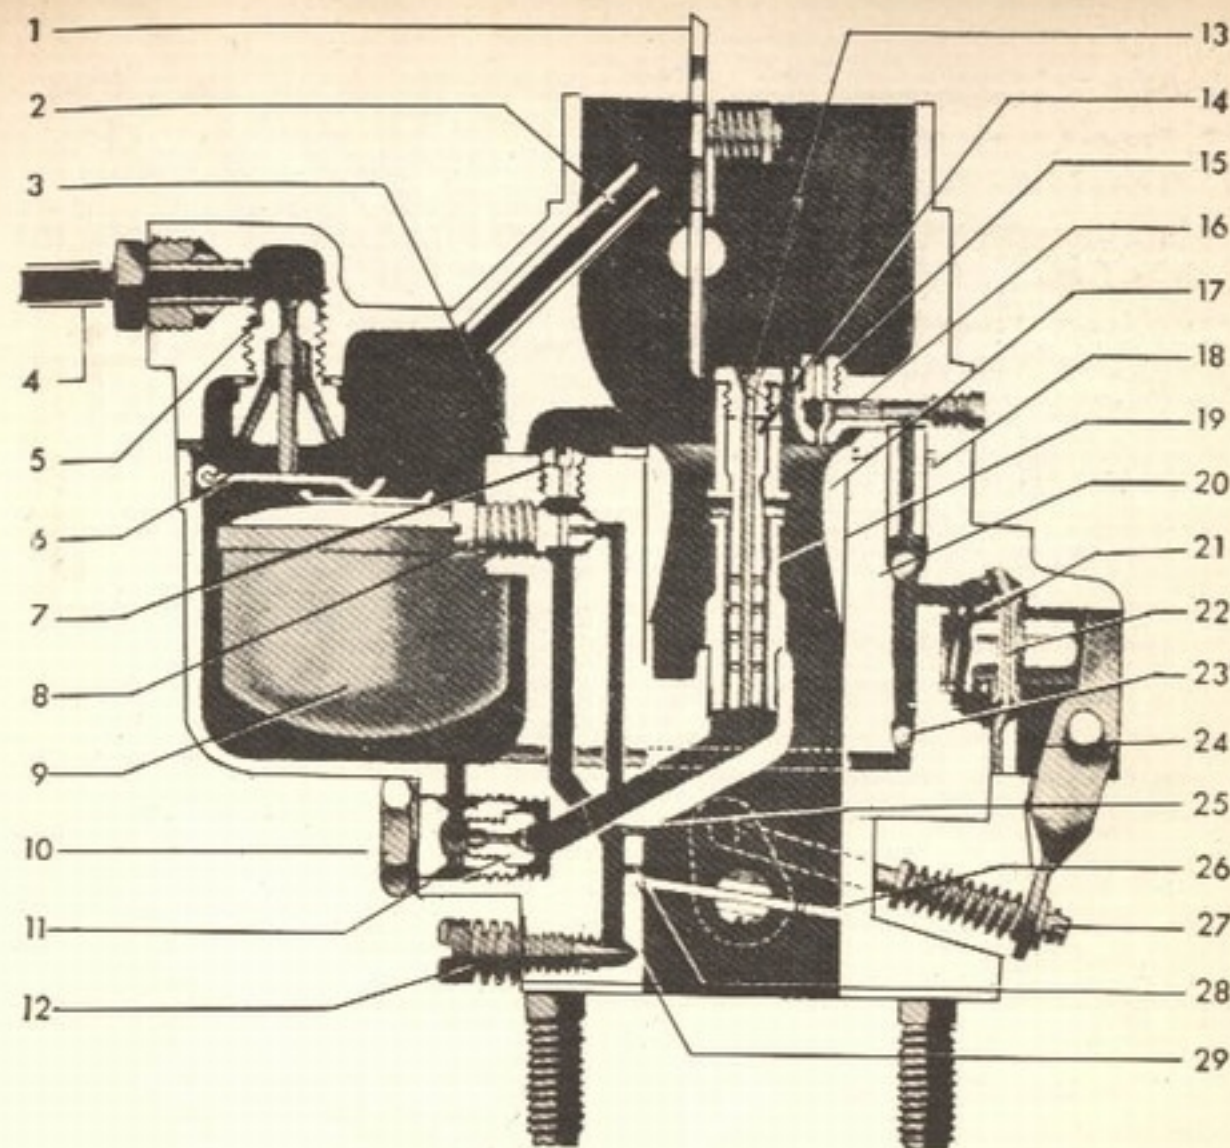
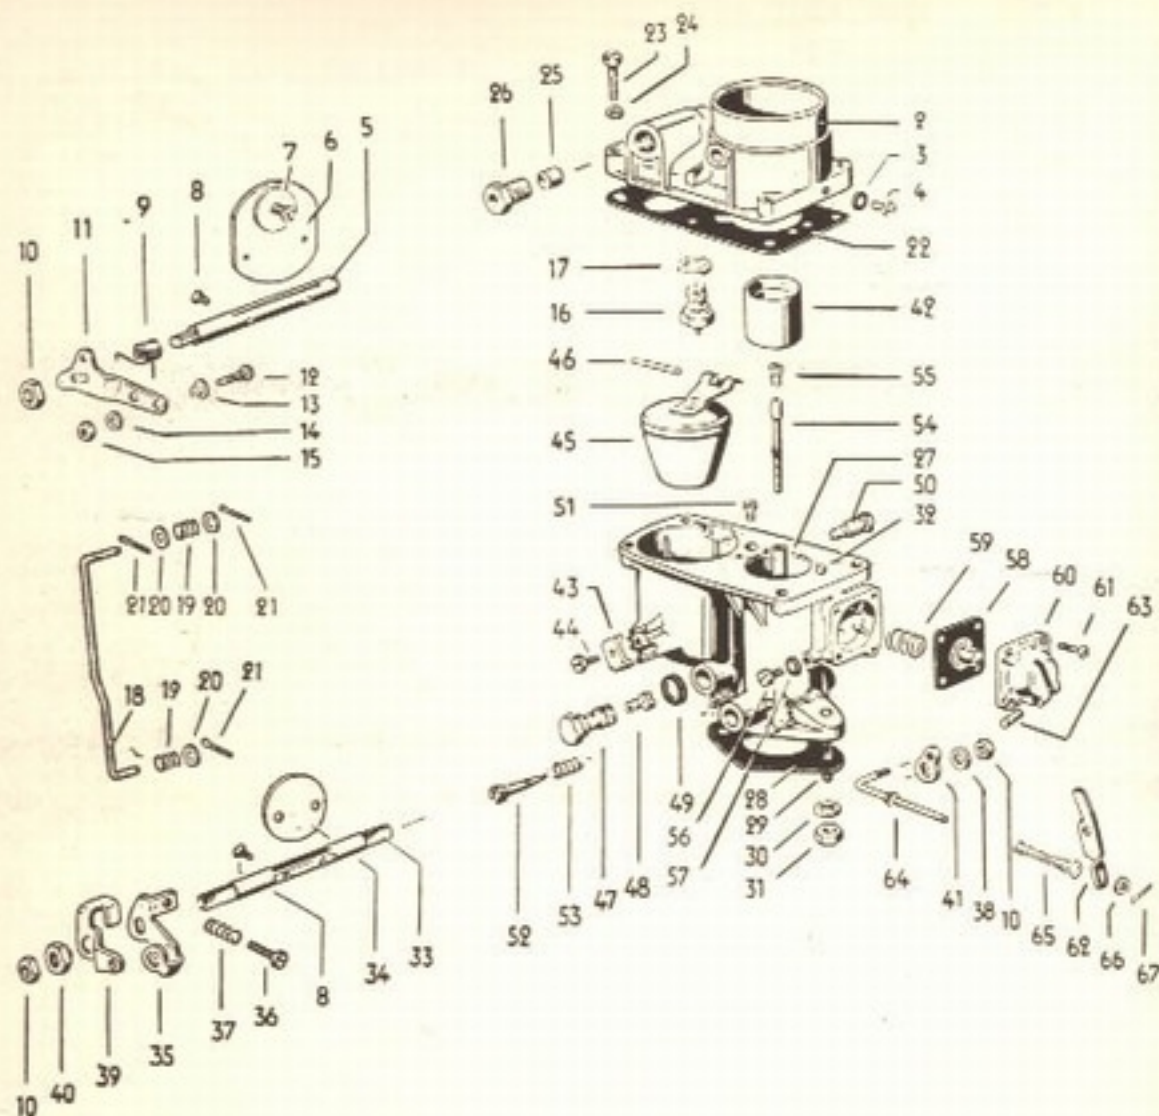

Fig. 7-E — Corte do carburador 28 PCI
Fig. 12-E — O carburador inteiramente desmontado. (Motor "1 200" — 36 HP)
A boia é presa a um braço, que por sua vez se articula em um eixo horizontal como se vê na fig. 7-E. O braço atua sobre uma agulha (estilete) que obstrui ou livra a entrada da gasolina, conforme seja empurrada para cima ou se desloque para baixo. Nas posições intermediárias, regula a entrada da gasolina. Quando o nível da gasolina na cuba está baixo, a boia desce e o estilete se afasta do orifício de entrada e a gasolina, enviada pela bomba, penetra na cuba; aí então o nível sobe e com ele a boia e também a agulha que, ao atingir determinado ponto, obstrui a entrada e impede a admissão da gasolina; mas como a gasolina é consumida, o nível desce e com ele a boia e a agulha, permitindo então a entrada de nova quantidade. Como o consumo é cons-
Realiza-se a limpeza externa cuidadosa antes de proceder a desmontagem, que começa com a retirada da haste que liga o contrôlo do abafador ao eixo da válvula borboleta. Retira-se os 4 parafusos que prendem a tampa ao corpo. A agulha ou estilete é prêsa à tampa e forma um só conjunto com a sede (5 fig. 7-E e 16 fig. 12-E). Se vai ser usada a mesma junta, deve-se dispensar a mesma o máximo cuidado
Ao ser retirada a tampa, alguns orifícios podem ser limpos e retirados, como o suspiro de marcha-lenta (51, fig. 12-E), o calibre de compensação do ar, (55, fig. 12-E). Os outros calibres podem ser retirados, para limpeza, que deve ser feita soprando-se nos mesmos ou com um fio de pincel, nunca com fio de arame. São esses os calibres medidores de marcha-lenta (50, fig. 12-E), da bomba de aceleração (16, fig. 7-E) e o calibre medidor principal (11, fig. 7-E). Pode-se também retirar a boia para limpeza da cuba, tendo-se o cuidado em não vergar o braço da mesma. Na remontagem, sempre que possível, usa-se junta nova.
**Bomba de aceleração.** — A bomba de aceleração, está situada na parte lateral do corpo do carburador e é do tipo de diafragma. A fig. 7-E mostra seus componentes, a fig. 12-E, a bomba desmontada e a fig. 11-E
ilustra seu funcionamento esquemático. O diafragma é comandado mecanicamente pelo eixo da borboleta, ao qual está ligado pela haste (27, fig. 7-E). Assim, quando se calca o acelerador, abrindo-se a borboleta, o tirante é forçado e aciona a alavanca (24, fig. 7-E), que, por sua vez empurra o diafragma a frente, expulsando a gasolina que se achava na câmara da bomba, segundo o trajeto indicado pela seta branca na fig. 11-E, até o pulverizador, passando antes pelo calibre (1, fig. 11-E). Quando se solta o acelerador, fecha-se a válvula de saída do tipo de esfera e a gasolina é sugada pelo diafragma que é forçado para trás pela mola (21, fig. 7-E), através da válvula de entrada (23, fig. 7-E). A câmara da bomba se enche de gasolina e permanece em carga para novo fornecimento, se o pedal do acelerador for calcado.
**Regulagem da marcha-lenta.** — Nesse ajuste o motor deve estar funcionando a temperatura normal de trabalho e a regulagem se faz por meio de 2 parafusos: o da velocidade, situado na parte externa, na ligação do comando da borboleta (36, fig. 12-E), e o da mistura, localizado na parte inferior do carburador (12, fig. 7-E).
de gasolina ou vedação defeituosa da agulha da cuba de nível constante, provocando inundação do carburador e obstrução parcial do calibre do pulverizador de marcha-lenta (50, fig. 12-E).